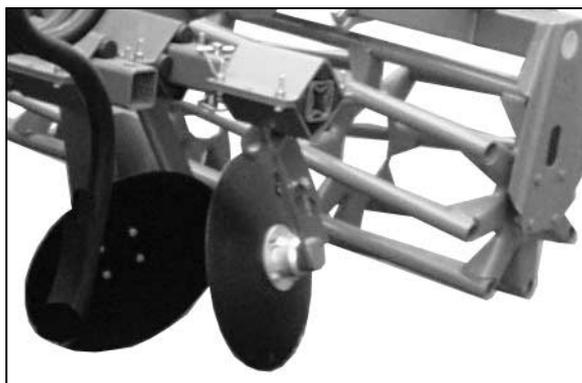

Рис. 18
- Для транспортировки оба крайних диска необходимо полностью задвигать, устанавливать крепежные пальцы и фиксировать (Рис. 18).